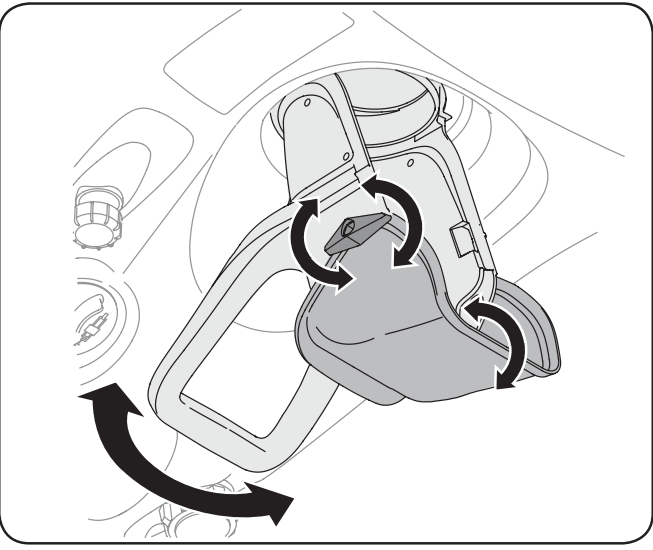

Figure 3-3
2. Positionnez l'ouverture de la goulotte d'éjection à l'aide de la poignée de la goulotte d'éjection pour projeter la neige à l'endroit voulu. Voir la Figure 3-3.